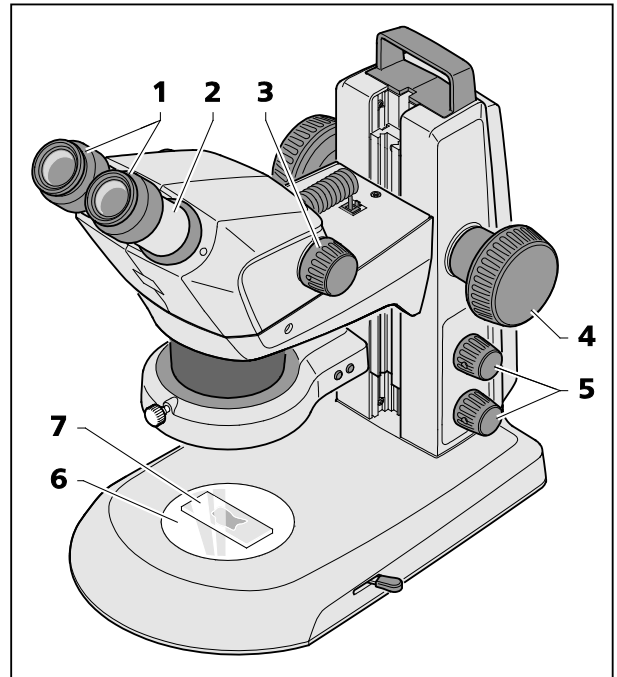

Fig. 18 Réglage du stéréomicroscope
1. Posez l'objet (Fig. 18/7) au centre de l'insert de platine (Fig. 18/6) et éclairez-le (Fig. 18/5).
2. Sur les oculaires réglables (Fig. 18/1), réglez l'échelle dioptrique sur "0".
3. Réglez l'écart pupillaire en écartant ou rapprochant les tubes porte-oculaire (Fig. 18/2) de façon à ne voir qu'une seule image circulaire et sans vignettage (champ d'objet) à travers les oculaires.
4. Réglez le grossissement (Fig. 18/3) sur la plus petite valeur pour commencer.
5. Choisissez un détail marquant au centre de l'image et effectuez la mise au point avec la molette de mise au point (Fig. 18/4).
6. Réglez ensuite le grossissement sur la valeur la plus élevée (Fig. 18/3). Le détail marquant sur lequel vous aviez effectuée la mise au point est vraisemblablement devenu flou à l'observation et s'est décalé.
7. Corrigez la mise au point, puis ramenez le détail au centre du champ visuel en déplaçant l'objet et recorrigez la mise au point si besoin est (Fig. 18/4).
8. Revenez ensuite sur le grossissement le plus faible et, si nécessaire, corrigez pour chaque œil les manques de netteté dans l'image en effectuant une compensation dioptrique **avec les oculaires réglables** (n'utilisez pas pour cela la molette de mise au point Fig. 18/4) (correction de l'amétropie de l'observateur).